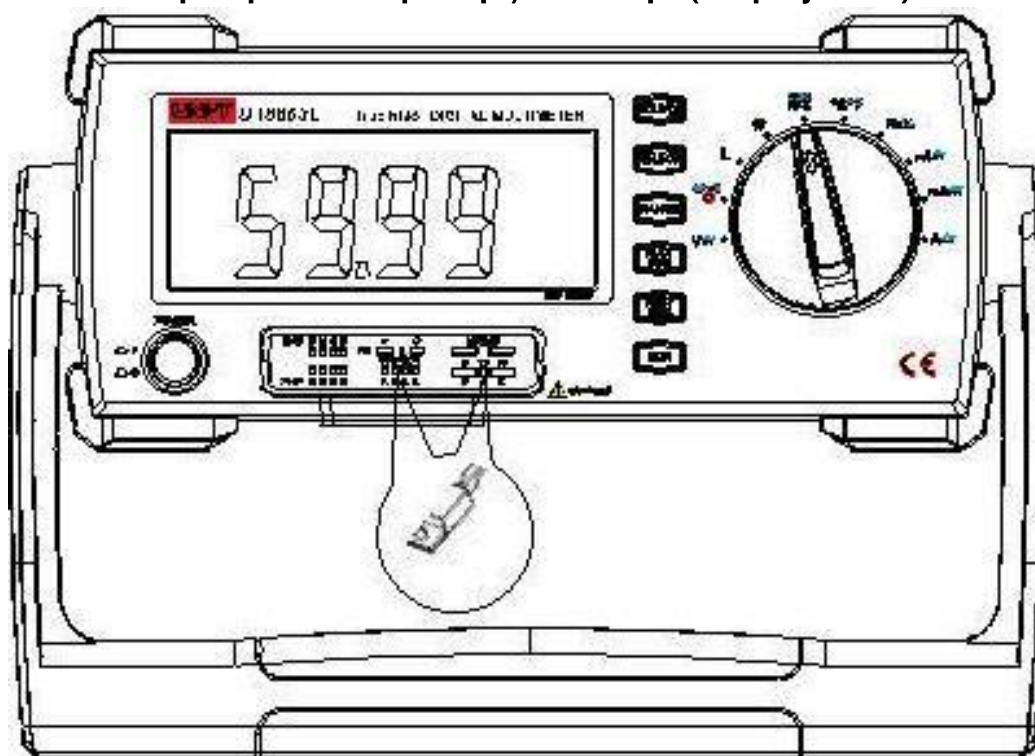

Рисунок 9.
## Проверка SCR тиристора/симистора (см. рисунок 9.)
1. Вставьте переходник UT-303A (многофункциональный переходник) в гнездо, изображенное на рис. 9.